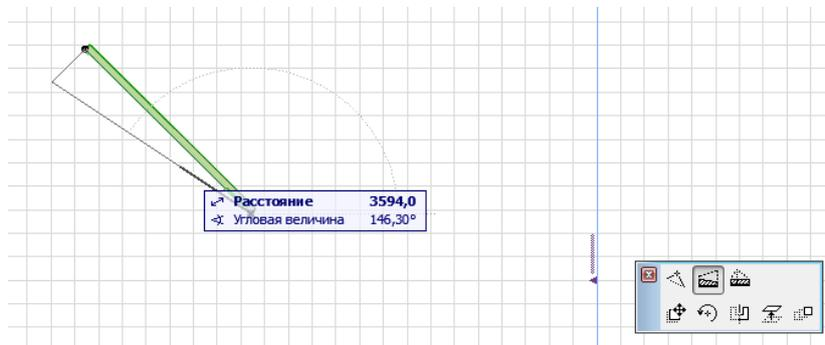

Рис. 28. Изменение трапециевидных стен.
– изменение трапециевидных стен путем указания произвольной точки и задания угла поворота наружной (наклонной) стороны стены относительно этой точки. При применении этой операции к стенам постоянной толщины они преобразуются в трапециевидные (рис. 28).